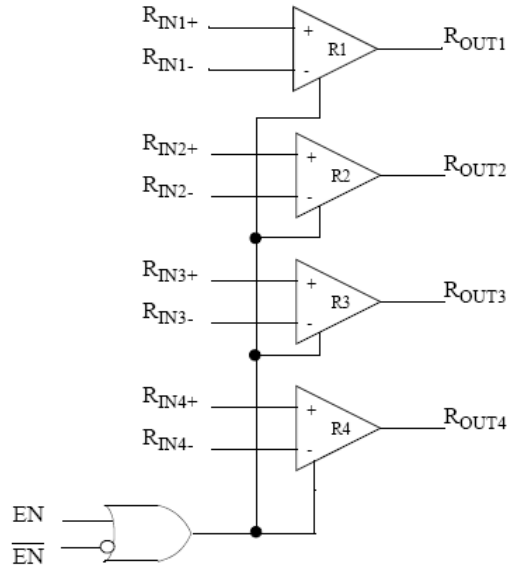

图4 B54LVDS032LV 结构图
3.3V CMOS 四路 LVDS 差分接收器电路的功能框图如图 4 所示。